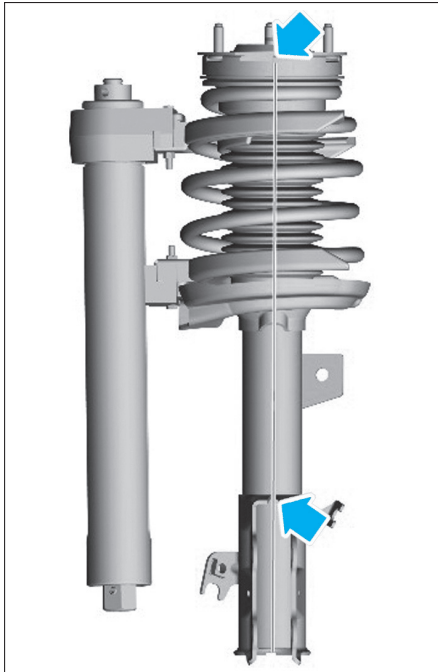

Fig. 4
- S'assurer que les repères de pose sont alignés (flèches) (Fig.4).